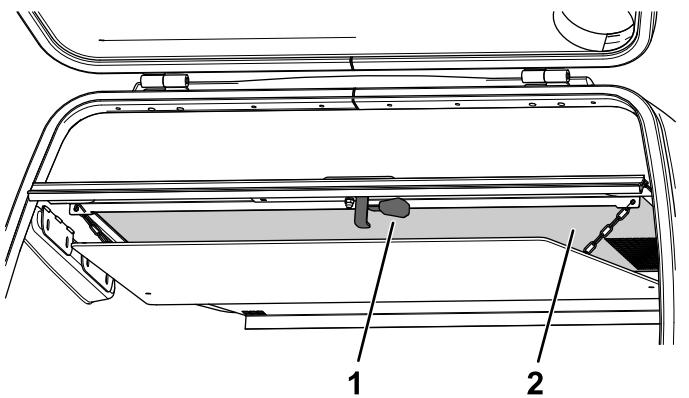

Figura 111
2. Puxe para baixo a alavanca de libertação na parte inferior do filtro da tremonha (Figura 111).